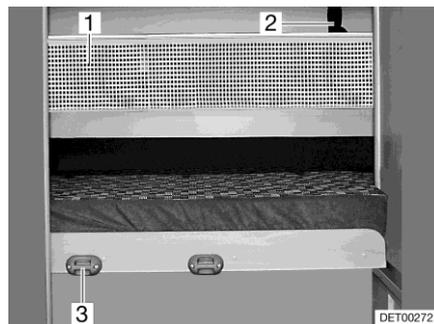

Fig. 75 Red de seguridad
- Enganchar la escalera de ascenso con los largueros en el soporte (Fig. 75,3) en el panel.
La red de seguridad (Fig. 75,1) viene de serie entre el colchón y el somier. Apenas extender la red de seguridad cuando la persona ya se encuentre en la cama.
- Engatillar las cintas de sujeción (Fig. 75,2) en los soportes en el techo.